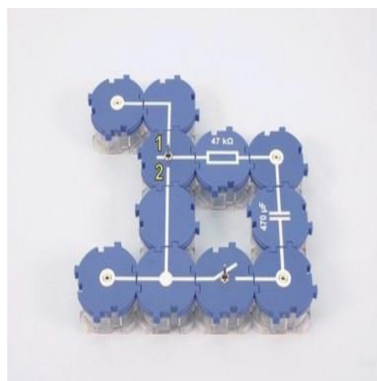

Figura 1: Primer circuito a montar
- **Primer experimento:** Monte el circuito como se muestra en la figura 1 y 2. Seleccione el multímetro a escala de 10 V y ponga la llave selectora en posición 1.
- Monte el experimento tal como se muestra en la figura 1. El interruptor debería estar en la posición de apagado y el conmutador se debería pulsar a la posición 1. Seleccione en el voltímetro el rango de medición de 10 V.
- Cargue el circuito pulsando el interruptor a la posición encendido y observe el voltímetro. Anote sus observaciones en (1).
- Descargue el circuito pulsando el conmutador a la posición 2. Observe el voltímetro una vez más y anote su observación en (2).